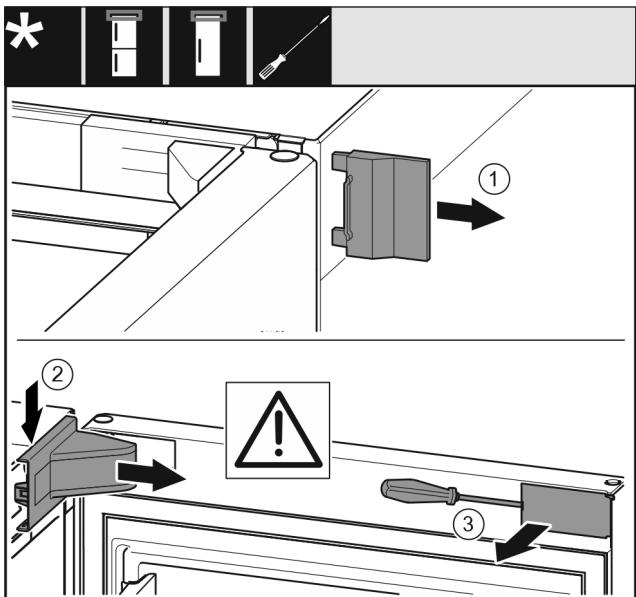

Fig. 8
- ▶ Retire la cubierta exterior. Fig. 8 (1)
- ▶ Desencaje y suelte la cubierta del soporte de cojinete. Retire la cubierta del soporte de cojinete. Fig. 8 (2)
- ▶ Desencaje el panel con el destornillador para tornillos de cabeza ranurada y gírelo lateralmente. Fig. 8 (3)